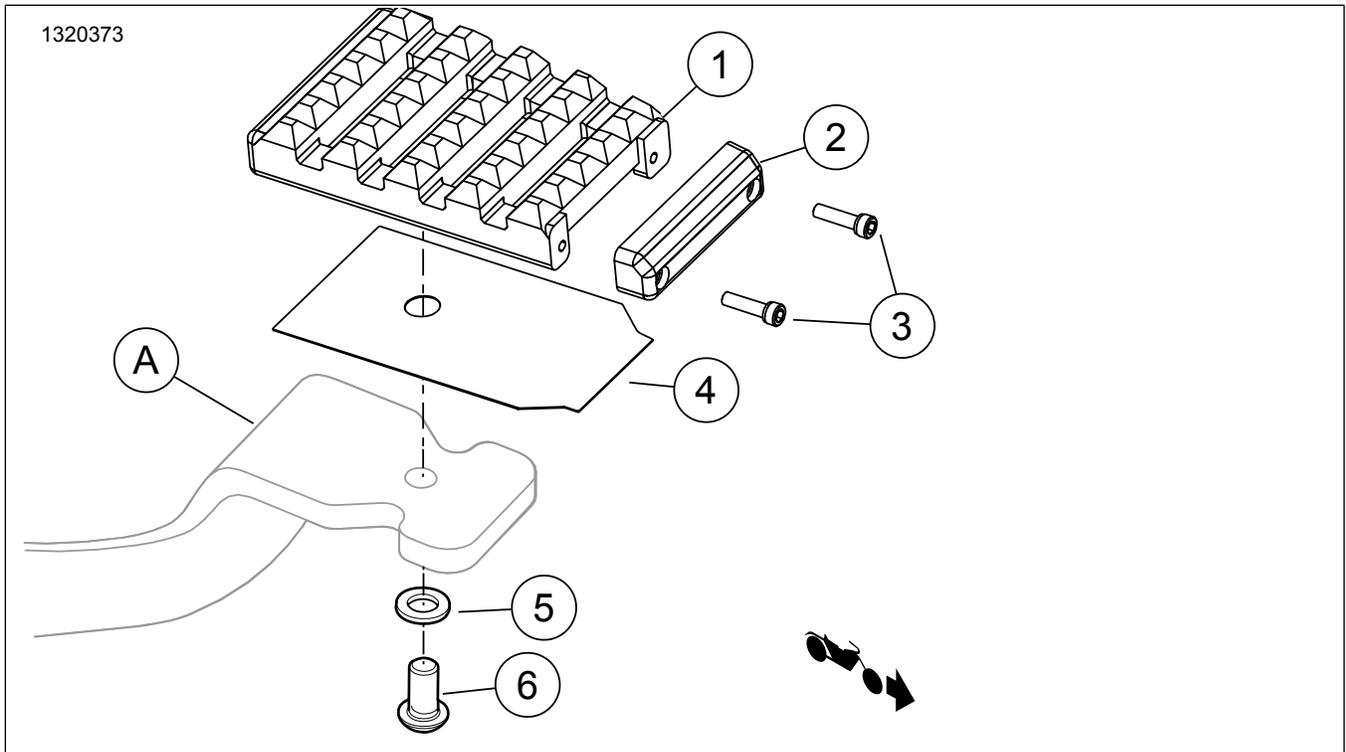

Figura 1. Contenido del kit: Componentes de la almohadilla del pedal del freno
1. Ver Figura 1 . Alinee y deslice la **nueva** almohadilla del pedal del freno (1) e insértela (4) sobre el extremo de la palanca de pie del freno (A).
2. Instale la arandela plana (5) y el tornillo (6).
3. Enrosque el tornillo (6) a través del agujero de la palanca de pie del freno (A) hasta insertarlo en la parte posterior de la almohadilla del pedal del freno (1). Apretar.
1. Ver Figura 1 . Quite los tornillos (3).
2. Reemplace el embellecedor o el taco de desgaste (2), según corresponda.
3. Aplique una gota de fijatornillos a los tornillos (3).